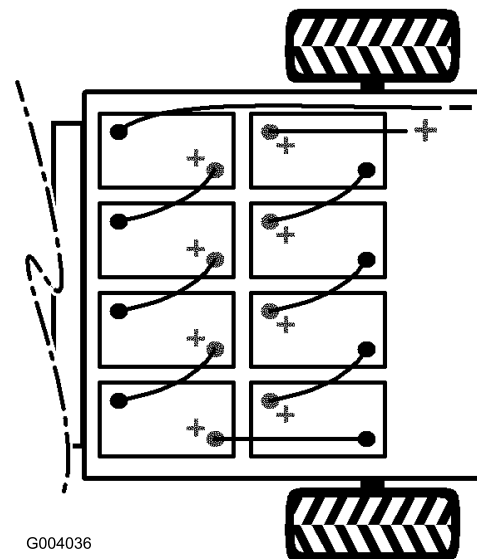

Figura 28
2. Desligue o fio negativo comprido e negro que liga os pólos das baterias ao veículo (Figura 28).
3. Desligue o fio positivo comprido e vermelho que liga os pólos das baterias ao veículo (Figura 28).
Nota: Obs.: Preste atenção à polaridade das baterias quando trocar de baterias (Figura 28).
9. Ligue as baterias umas às outras com os cabos próprios (gravura Figura 28).
10. Ligue o fio positivo comprido e vermelho das baterias ao veículo (Figura 28).
11. Ligue o fio negativo comprido e preto das baterias ao veículo (Figura 28).